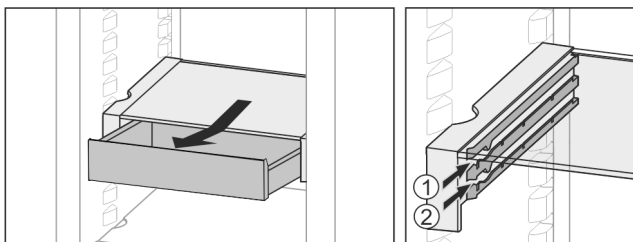

Fig. 60
- ▶ Вставьте на любой высоте Fig. 60 (1) или Fig. 60 (2).